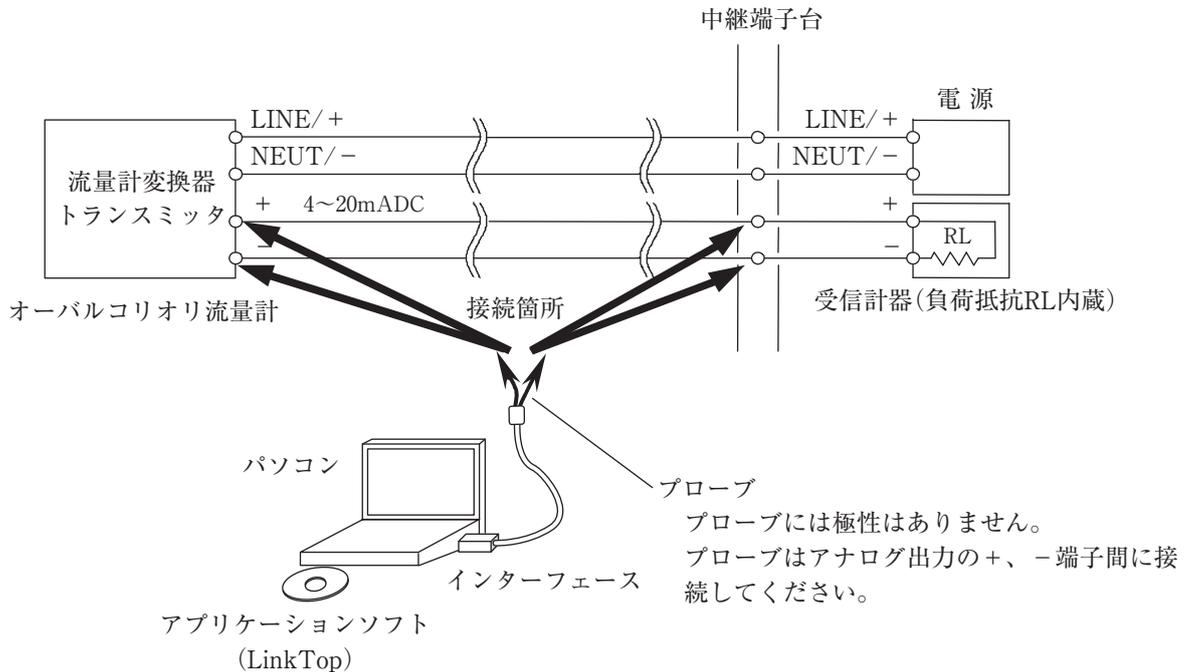

図2
機器の接続は図2のようになります。
(注) 図2中、パソコンはお客様にて準備していただきます。
- ① 流量計変換器、インターフェース、「LinkTop」をインストール済みのパソコンを図2のように接続します。
- ② LinkTopを起動させるには、パソコンの画面左下の「スタート」から「プログラム」の中のLinkTop for ALTImass(J)をクリックします。
- ③ 画面上部メニューの「File(F)」の中の「Port settings(I)」をクリックします。